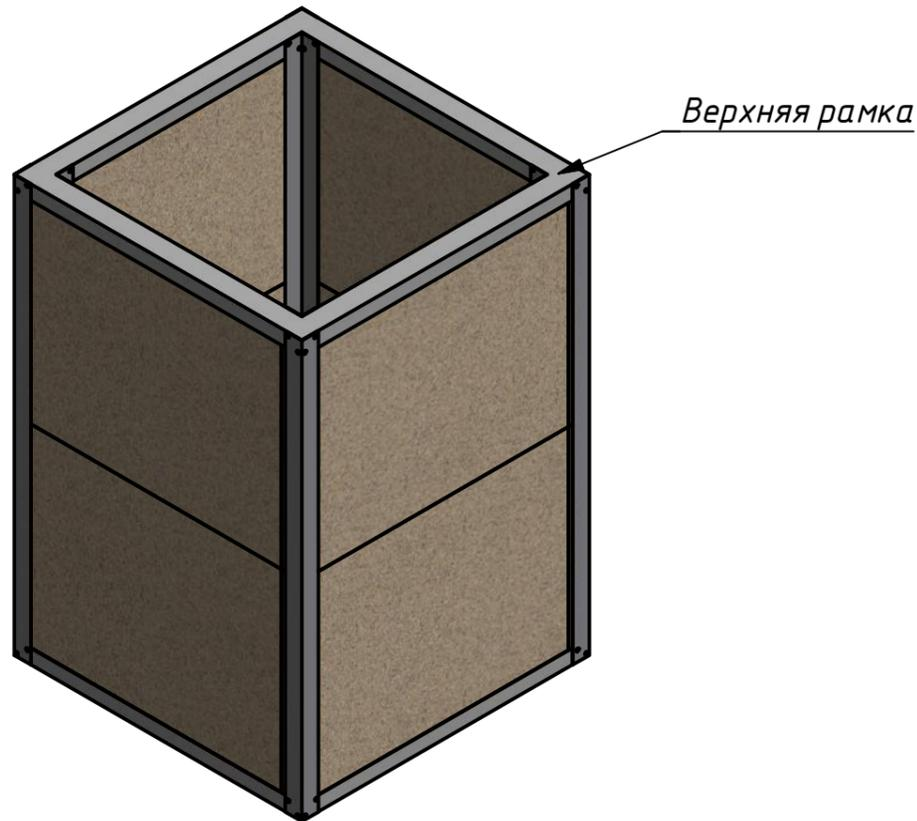

Рис.5
4.1.4. Сверху конструкцию обвязать верхней рамкой (рис. 5).